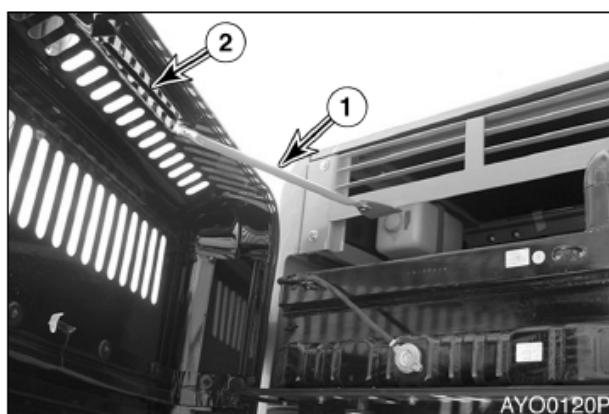

Рис. 104
Открыть крышку и вытянуть опорный стержень (1, рис. 104) в отверстие (2) для удержания крышки.